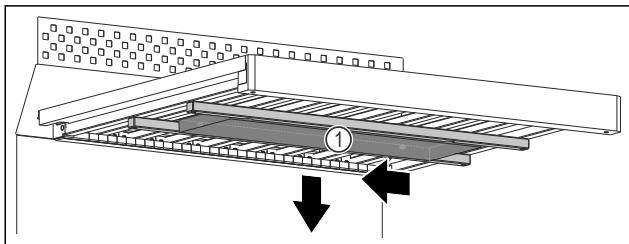

Fig. 98
- Сдвиньте водяной блок Fig. 98 (1) влево.
- Извлеките водяной блок Fig. 98 (1) по направлению вниз.